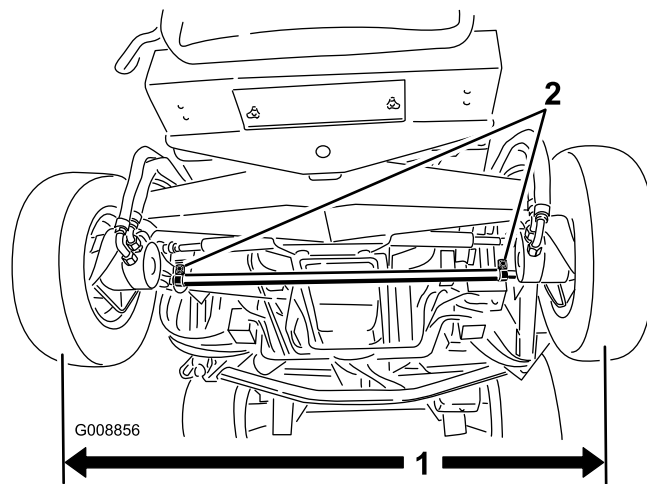

Figura 76
1. Mida la distancia entre centros (a la altura del eje) en la parte delantera y trasera de los neumáticos de dirección (Figura 76).
2. Para ajustar, afloje las abrazaderas en ambos extremos de las bielas (Figura 76).